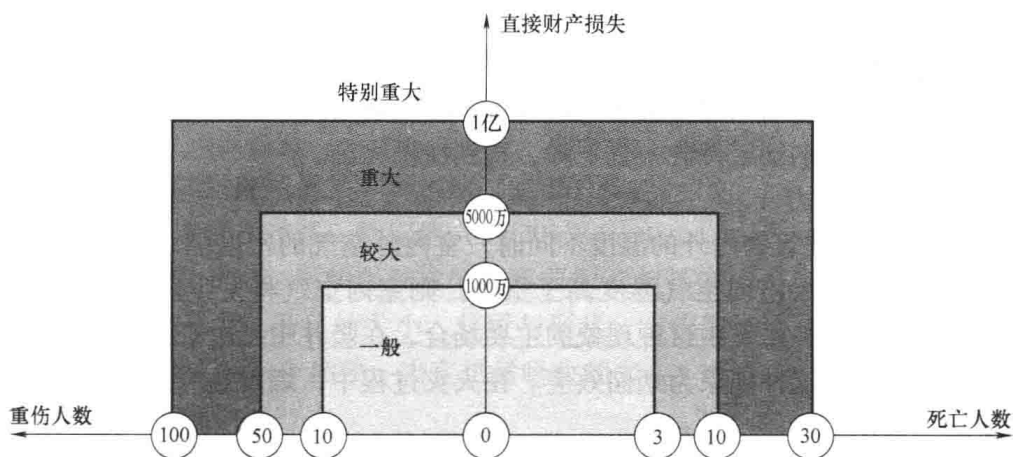

图 1.2-2 火灾按照损失程度分类
2. 火灾按照损失程度分类，见表 1.2-2、图 1.2-2 所示